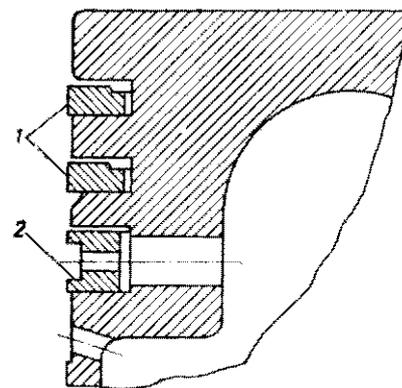

Рис. 6. Установка колец на поршне.
**Поршневые кольца** отлиты из чугуна. Наружная поверхность верхнего компрессорного кольца, прилегающая к цилиндру, покрыта слоем пористого хрома; остальных колец — слоем олова. На внутренней поверхности компрессорных колец имеется фаска. Кольца должны быть установлены на поршень фаской к днищу поршня (рис. 6). Нарушение этого условия вызывает утечку масла через кольцо в цилиндр, образование нагара на стенках камеры сгорания, увеличение расхода масла.